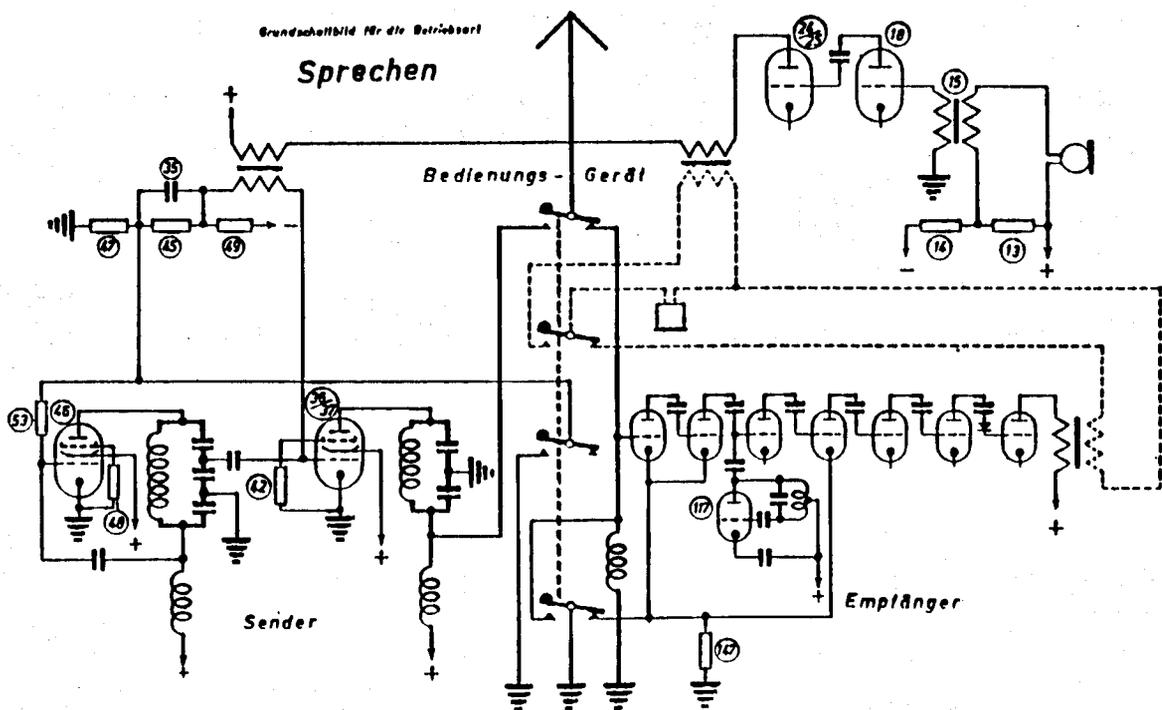

Abb. 6: Grundschaltbild für die Betriebsart „Sprechen“
Diese Betriebsart ist in Abb. 6 dargestellt. Sie unterscheidet sich von der vorhergehenden Betriebsart einmal durch den Fortfall der Energieregulierung und ferner dadurch, daß der Tonsummer durch das Mikrofon ersetzt wird. Der Energieregler ist dadurch unwirksam gemacht, daß im Betriebsartenschalter der s-Kontakt statt des q-Kontaktes, weiter der m-Kontakt statt des o-Kontaktes und schließlich der x-Kontakt statt des v-Kontaktes geschlossen wird. Das Mikrofon wird eingeschaltet, indem die Kontakte e und i an Stelle von c und g geschlossen werden. Der Tonsummer (1) ist durch den geöffneten r-Kontakt abgeschaltet. Zum Sprechen muß die Taste gedrückt